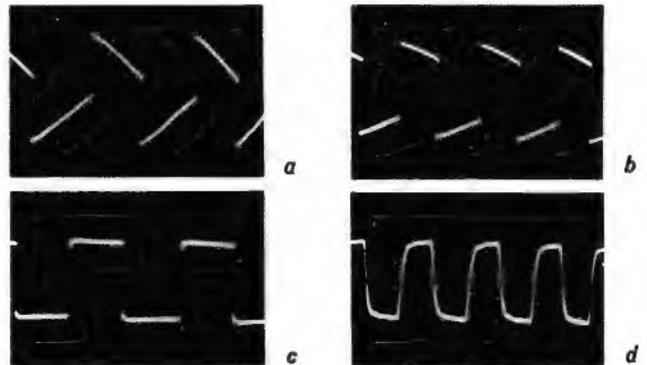

Bild 8. Überalles-Impulsbilder am 16-Ω-Ausgang für die Frequenzen a = 40 Hz, b = 100 Hz, c = 1 kHz, d = 10 kHz
6.1 Wirkung der gehörrichtigen Lautstärke- einstellung (Bild 8)